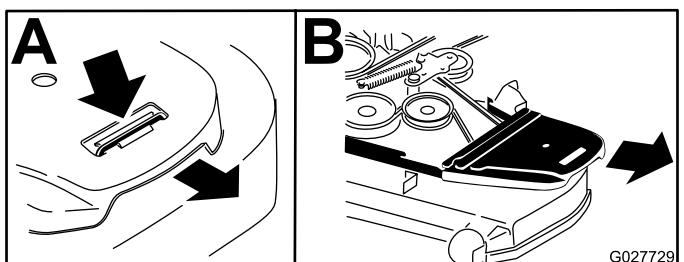

Figure 71
4. Déposez les protège-courroies (Figure 71).